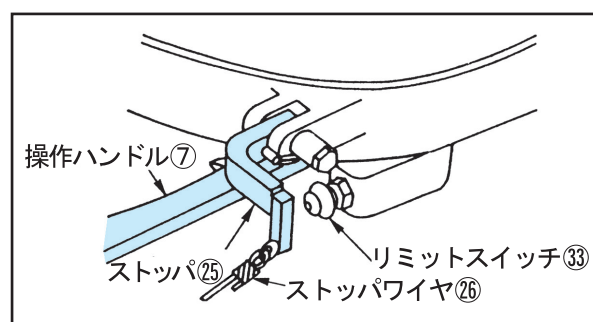

図 36
- (4) 次にもう一人の方が、ストップワイヤ⑳を引き、操作ハンドル⑦を前方（操作ハンドルに向かい、右側）に押したまま、ストップ⑳を操作ハンドルの上に乗せた状態にしておきます。(図 36 参照)
- (5) アジャスティングスクリューボルト⑱を締め込み、先端がロッキングバー④に当たり、操作ハンドル⑦が、微少に動いた位置で送り込むのを止め、さらに一回転だけアジャスティングスクリューボルトを締め込んだ後、アジャスティングナット⑳で、しっかり固定します。(アジャスティングスクリューボルトを一回転させると、ロックジョーとカップリングピンとの隙間は、0.3mm となります。)